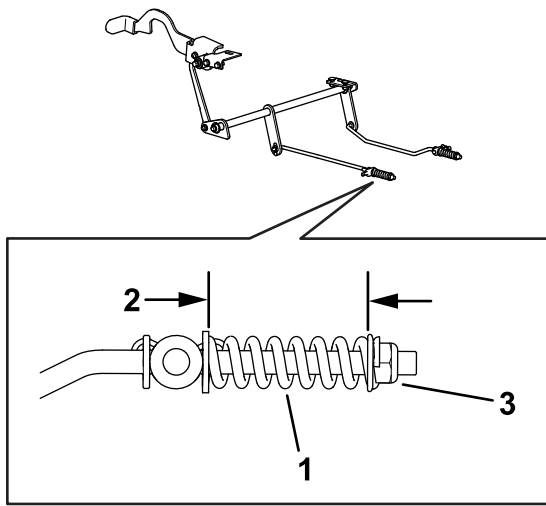

Bild 60
8. Prüfen Sie beide Federlängen, wie in Bild 60 abgebildet. Falls eine Einstellung erforderlich ist, drehen Sie die Federsicherungsmutter nach rechts, um die Feder zu verkürzen und nach links, um die Feder zu verlängern. Wiederholen Sie Schritt 6.